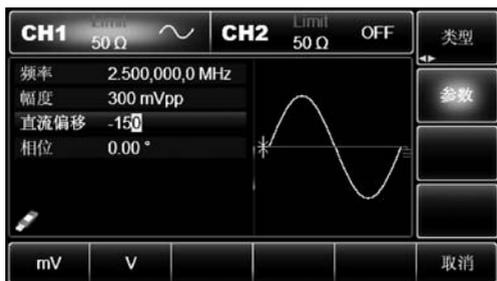

图 1-5 直流偏移电压的输入
(1) 依次按 Menu→“波形”→“参数”→“直流偏移”(如果按“参数”软键后没有在屏幕下方弹出“直流偏移”标签,则需要再次按“参数”软键进行下一屏子标签显示)。再次按“直流偏移”软键时,原来用幅度和直流偏移描述波形的参数已变成高电平(最大值)和低电平(最小值)来描述,这种设置信号限值的方法对于数字应用是很方便的。
(2) 使用数字键盘输入所需数字 -150,如图 1-5 所示。